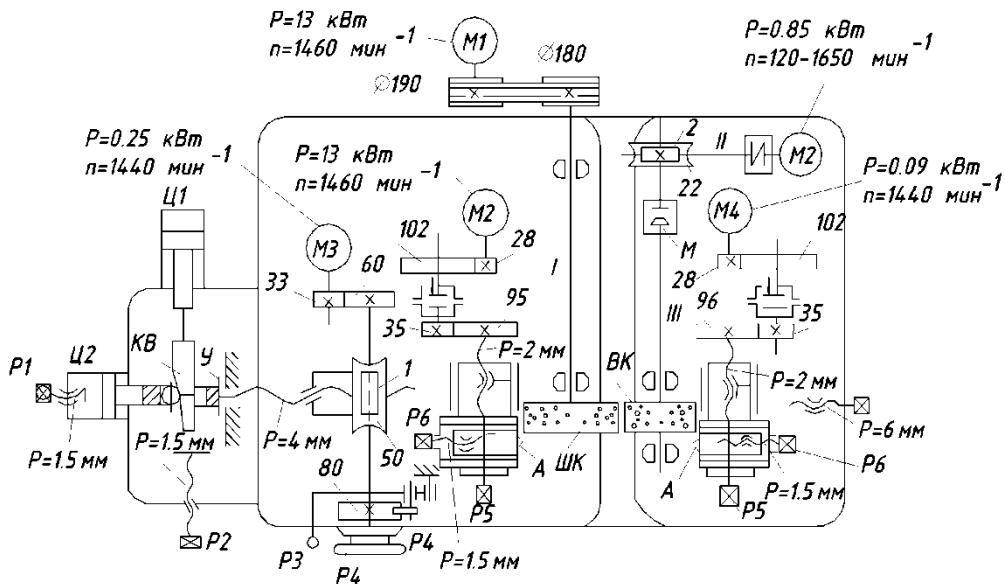

Рис. 2
11. Какая передача используется в приводе подач (Рис. 2) для преобразования вращательного движения в поступательное?
15. Составьте уравнение кинематического баланса по схеме на рис. 2.
16. Определите скорость подачи шпинделя (см. рис. 2) в мм/об. при  $n_{шп}=2000 \text{ мин}^{-1}$ ,  $n_1=1000 \text{ мин}^{-1}$ ,  $Z_1=20$ ,  $Z_2=50$ , шаге ходового винта  $t_{x.v.}=10 \text{ мм}$  и числе заходов винта  $k=1$ .